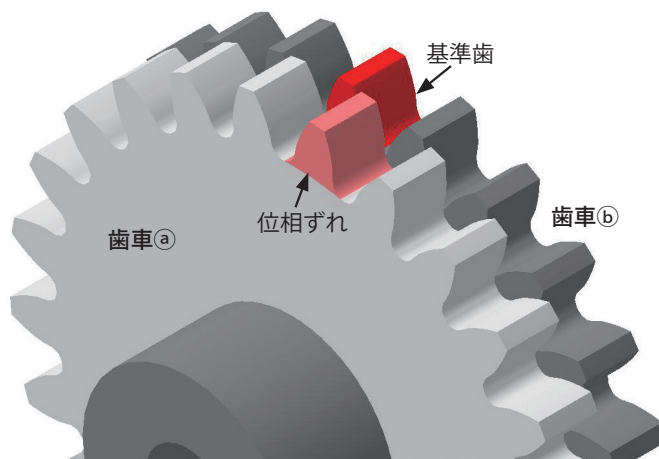

図1 初期状態
①初期状態
ノーバックラッシギヤに取り付けられているバネが自由状態のとき、歯車③と歯車⑥の歯の位相は一致していません。(図1)